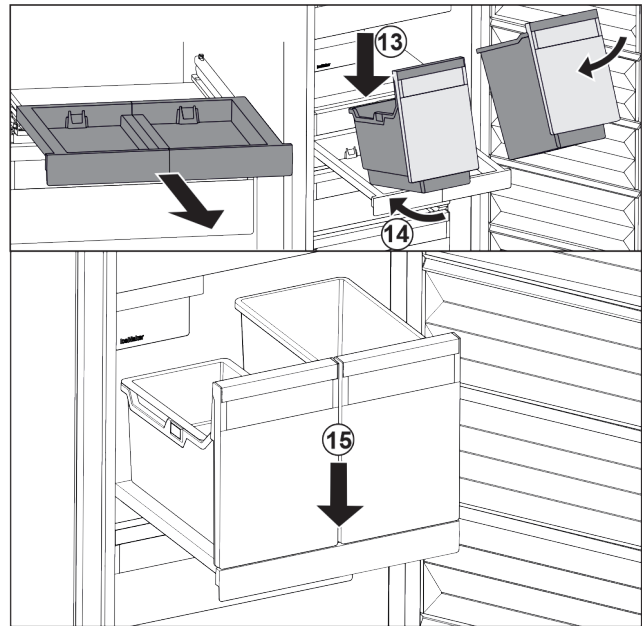

Fig. 100
- ▶ Наклоняя вниз, установите контейнеры на выдвижную панель. Fig. 100 (13)
- ▶ Вставьте контейнеры, наклоняя вниз, назад. Fig. 100 (14)
- ▶ Снимите контейнеры спереди. Fig. 100 (15)